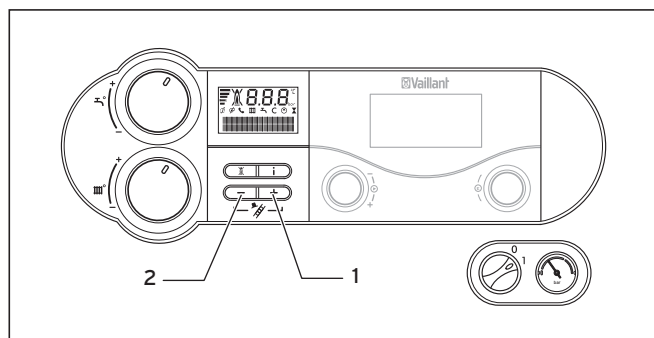

Fig. 4.18 Attivazione della funzione di misurazione della perdita di fumi
- Effettuare le misurazioni nel **percorso dei fumi** sull'apertura di controllo (1). Le misurazioni nel **condotto aria** possono essere eseguite sull'apertura di controllo (2).
- Premere contemporaneamente i tasti "+" (1) e "-" (2) (vedere fig. 4.18) per uscire dalla modalità di misurazione. La modalità di misurazione termina anche se non si preme nessun tasto per 15 minuti.